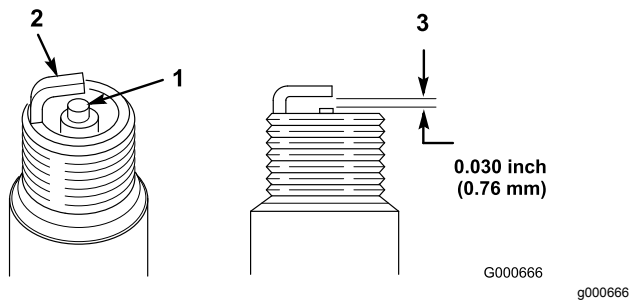

Bild 28
1. Sehen Sie sich die Mitte der Zündkerze an (Bild 28). Wenn der Kerzenstein hellbraun oder grau ist, ist der Motor richtig eingestellt. Eine schwarze Schicht am Kerzenstein weist normalerweise auf einen schmutzigen Luftfilter hin.
2. Prüfen Sie den Abstand zwischen der mittleren und der seitlichen Elektrode (Bild 28) und biegen Sie die seitliche Elektrode, wenn der Abstand falsch ist.